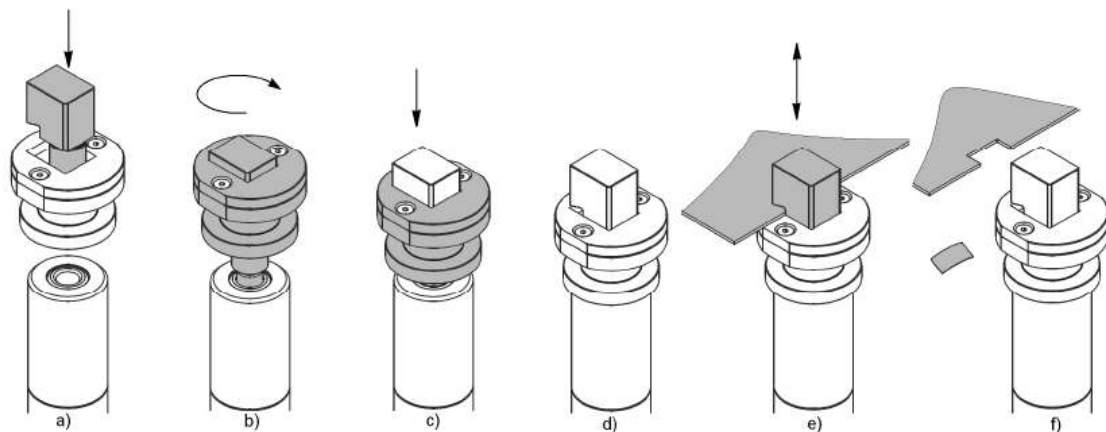

Рисунок 1 – Робота з крейцмейселем WP
1. Вставити пуансон крейцмейселя в отвір матриці (Рис. 1а, Рис. 1б).
2. Вкрутити різьбову частину пуансона в гніздо штока голівки таким чином, щоб гвинт пуансона вперся в поверхню штока (Рис. 1б, Рис. 1с).
3. Опустити матрицю так, щоб вона вперлася в торець циліндра голівки (Рис. 1с, Рис. 1д).
4. Після правильного монтажу зазор між матрицею та ріжучою кромкою пуансона становить 2–3 мм, а матриця надійно центрується на пуансоні (Рис. 1с).